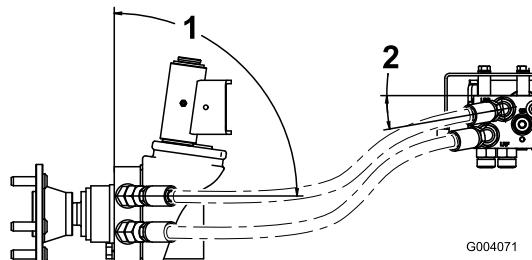

Bild 7
- Verlegen Sie die zwei linken Schläuche zum linken Radmotor. Schließen Sie den oberen Verteilerschlauch am oberen Radmotor-Anschlussstück und den unteren Verteilerschlauch am unteren Radmotor-Anschlussstück an (Bild 7). Wenn die Schläuche nicht richtig verlegt sind, können Sie die Reifen oder die hintere Stoßstange berühren und beschädigt werden.